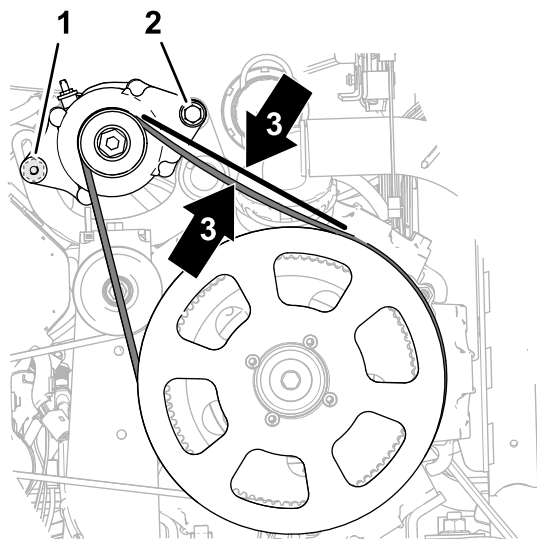

Figura 184
- Gire el alternador (Figura 184) hacia arriba para aumentar la tensión de la correa hasta que la correa se desvíe 9,5 mm al aplicar una fuerza de 4,5 kg en el punto intermedio entre la p Polea del alternador y la p Polea de transmisión (279 mm).